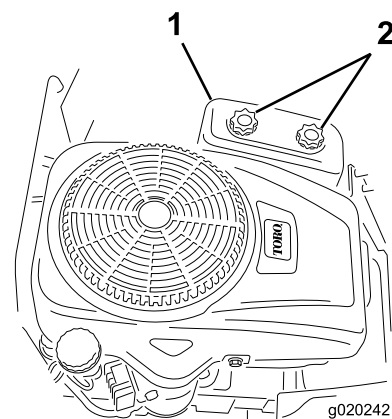

Figura 24
4. Retire la tapa del limpiador de aire desenroscando los 2 pomos (Figura 24).